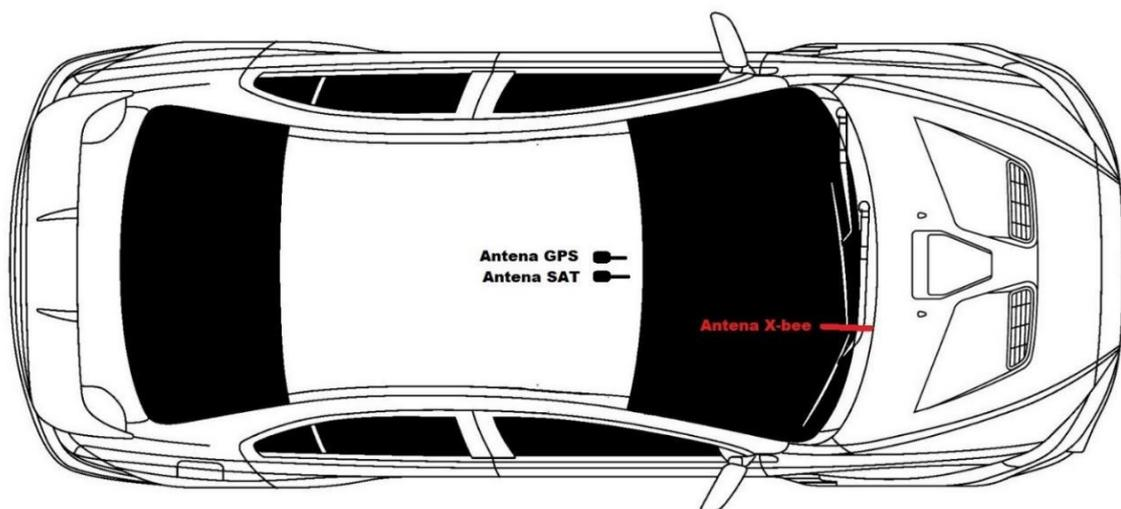

Fig.4
2. Instalación la antena del GPS y la antena satelital en el techo del vehículo (según Fig. 4), prestando atención que no haya ningún objeto encima de ellas, sobre todo, objetos metálicos.
La Antena X-Bee , debe ir colocada **OBLIGATORIAMENTE** en el lugar indicado en la Fig. 4, en el exterior del vehículo, delante de los limpia parabrisas en forma vertical y que no dificulte la apertura del capot. Notar que la misma tiene un codo de flexibilidad, el mismo debe apuntar hacia adelante para que la antena con el viento no se doble. Se contemplara una tolerancia de (+ -) 5 centímetros.